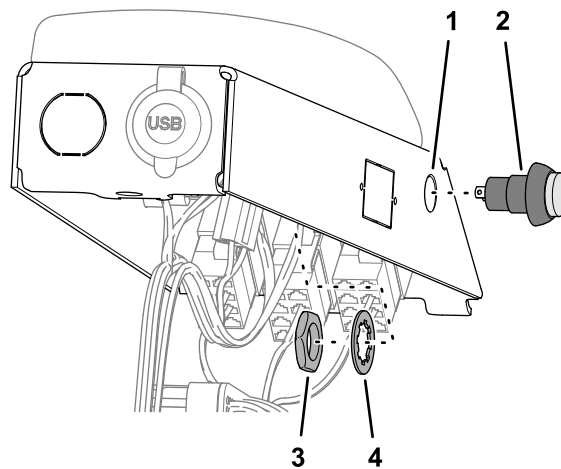

Figure 105
1. Insérez le commutateur à bouton-poussoir dans le trou du panneau d'accoudoir (Figure 105).
2. Fixez le commutateur au panneau à l'aide de la rondelle-frein et de l'écrou de blocage fournis avec le commutateur (Figure 105).